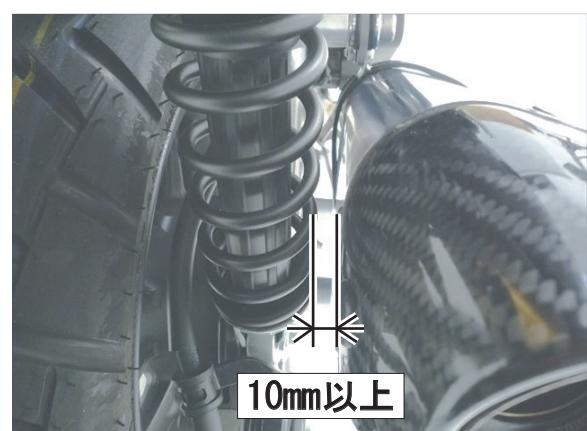

FIG. 14
12. サイレンサーとリアサスペンションとのクリアランスを確認して下さい。クリアランスが10mm未満の場合は手順10で取り付けた⑯SUSワッシャM10×26を⑳スペーサーカラー10-24-5に取り替え、10mm以上のクリアランスを確保して下さい。（FIG. 14 参照）